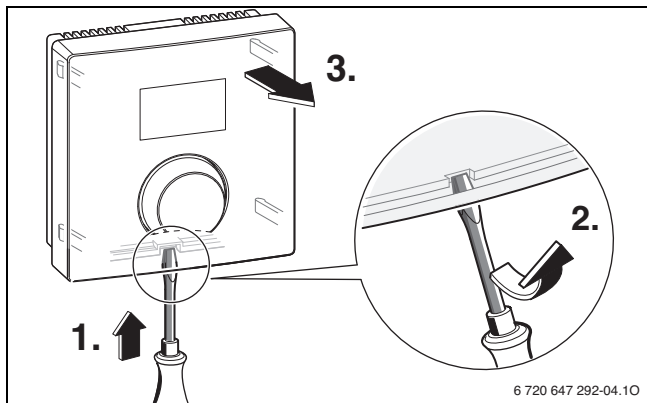

Fig. 2
- ▶ Monter la commande à distance (→ fig. 2 et 3, page 10).